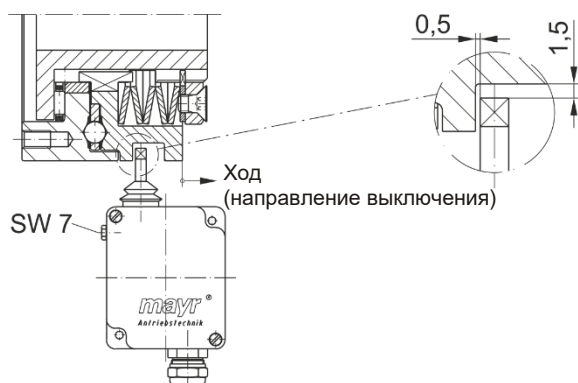
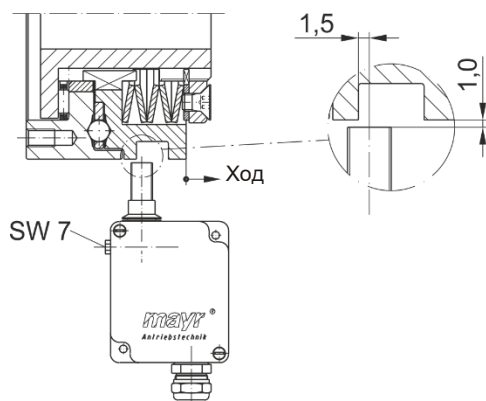

Рис. 7
Рис. 8
Направление выключения на механическом конце выключателе указывает в направлении регулировочной гайки, или соответственно, в направлении рабочего хода переключающего элемента, Рис. 7.
Установите расстояние переключения - просвет для бесконтактных и механических конечных выключателей соответственно Рис. 7 и Рис. 8. Осовой размер 0,5 мм или соответственно 1,5 мм (расстояние переключающего элемента (3) от точки переключения) может быть тонко выставлен винтом с шестигранной головкой SW7 (Рис. 7 и соотв. Рис. 8).